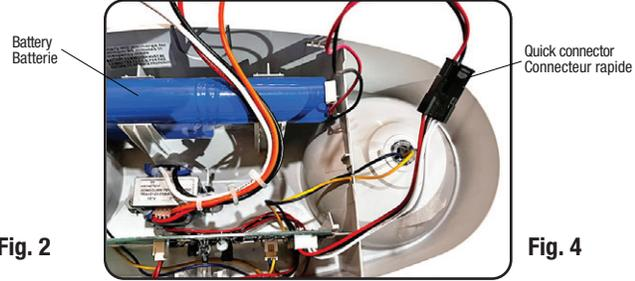

Fig. 4
6. Connect the quick connector between the battery wires and the circuit board (Fig. 4).
5. Connecter le connecteur rapide entre les fils de la batterie et la carte du chargeur (Fig. 4).